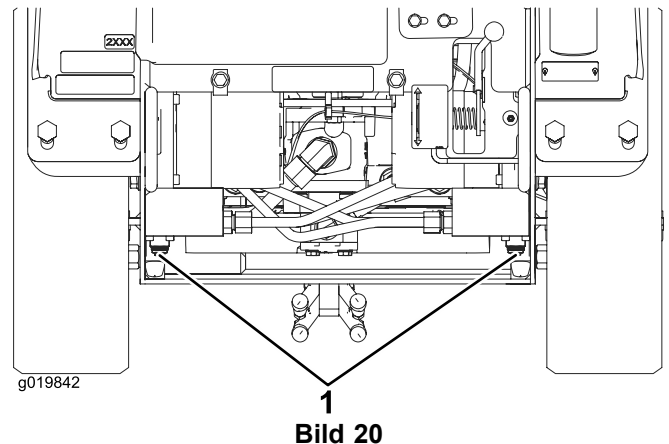

Bild 20
3. Drehen Sie die Schleppventile an den Hydraulikmotoren mit einem Schraubenschlüssel zweimal nach links (Bild 20).